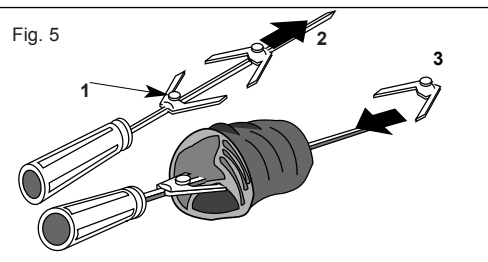

Fig. 5
Dévissez la vis à ailettes qui se trouve sur la partie fourchue de la broche (1) et enlevez-la de la broche en la faisant coulisser. Préparez l'aliment à cuire. Embrochez-le. Remettez la partie fourchue de la broche en place, en serrant la vis à ailettes (voir figure 5).